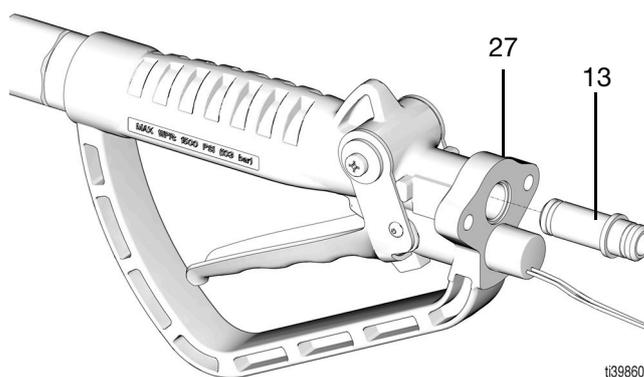

FIG. 13
2. Instale el tubo de conexión (13) en el alojamiento de la válvula (27), el extremo largo primero. El tubo de conexión (13) debe estar correctamente orientado, de lo contrario los alojamientos del medidor y de la válvula no podrán montarse por completo (FIG. 13).